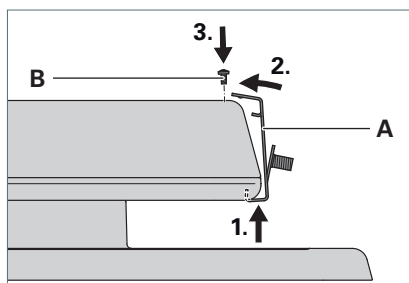

Fig. 8: Monter la tôle de support.
- ▶ Accrochez une tôle de support **A** par le bas sur un côté du luminaire et appuyez la tôle de support contre la partie supérieure du luminaire jusqu'à ce que la tôle s'enclenche, voir Fig. 8